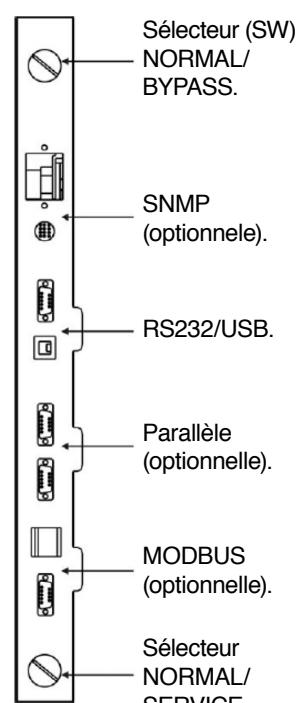

Fig. 31. Interface pour des modèles 100 à 160 kVA.
- L'ONDULEUR dispose des suivants interfaces de série pour la communication externe des états de fonctionnement et des paramètres opérateurs (voir figures 31, 32 et 33) :